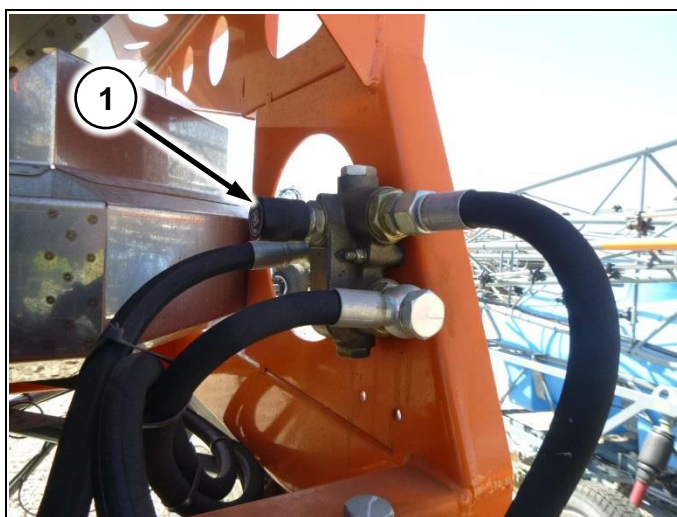

Рис. 66
1. Приоткройте ручку (Рис. 66/1) на один оборот и совершите пробный проезд на рабочей скорости.